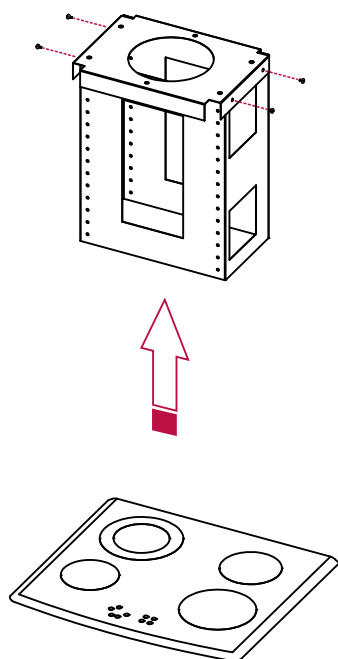

Figura 3
Paso 2: Fijar la estructura superior (la más chica de las estructuras) a la bandeja con los 4 tornillos (incluidos). (ver figura 3)